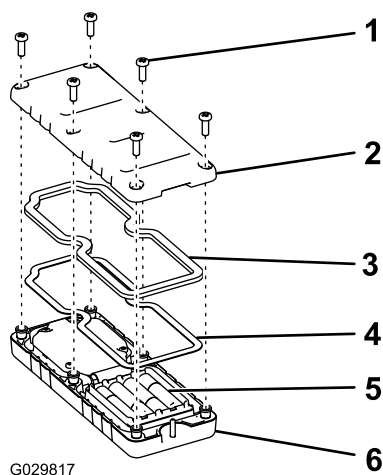

Рисунок 6
2. Вставьте каждый элемент питания в гнездо с клеммами, соблюдая полярность (Рисунок 6).
3. Убедитесь, что стальная прокладка и резиновое уплотнение находятся в канавке пульта дистанционного управления, и установите заднюю крышку на место (Рисунок 6).
4. Закрепите крышку 6 винтами (Рисунок 6) и затяните их с моментом 1,5-1,7 Н·м.